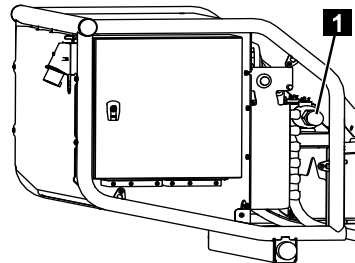

Fig. 187
3. Enfoncer la vanne (Fig.187/1) et la verrouiller dans le sens des aiguilles d'une montre.